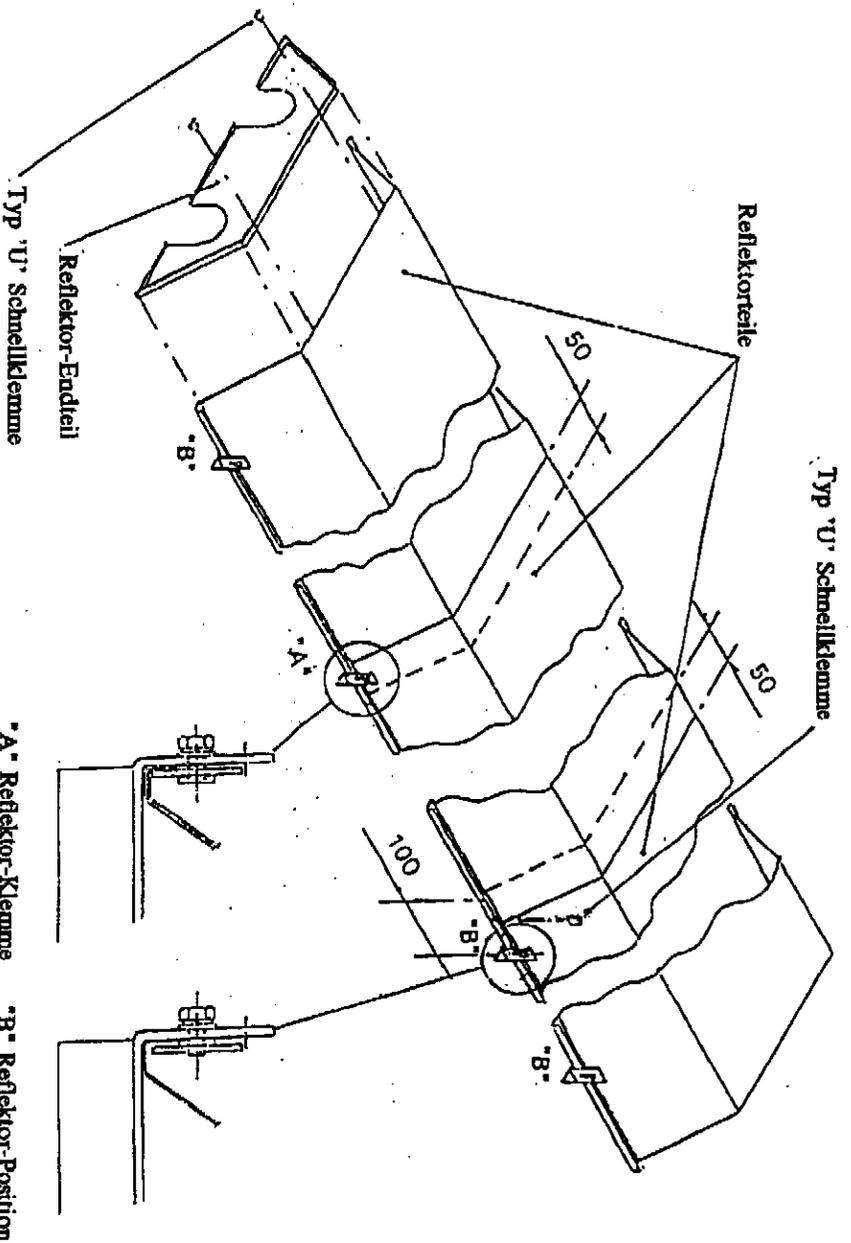

Abb. 17
- 4.3.6 Platzieren Sie die beiden langen Reflektorenteile auf die Aufhängevorrichtungen wie in Abb. 17 gezeigt. Platzieren Sie das kurze Reflektorteil über den zwei langen Reflektorteilen, so daß eine 50mm Überlappung an jedem Ende entsteht. Klemmen Sie die langen und kurzen Reflektorenteile (Kontrollbohrende) an die Aufhängevorrichtung, wo sie überlappen, indem Sie zwei Befestigungsschrauben und M6 Satzschrauben und Dichtungsringe (Befestigungspaket) verwenden. Sichern Sie das andere Ende des kurzen Reflektorteiles an das zweite lange Reflektorteil unter Gebrauch zweier U-Typ Schnellklammern (aus dem Befestigungspaket), wie in Abb. 17 gezeigt. Schrauben Sie die restlichen (6) Befestigungsschrauben an jede der anderen Aufhängevorrichtungen, so daß Sie einen Platz für die Reflektorenteile, wie in der Abb. 17 unten gezeigt, beschaffen.
4.3.7 Platzieren Sie die Reflektorendteile (eingeklebt) über die Strahlerröhren und in das Ende des Reflektorenteils, so daß das Endteilflansch mit dem Ende des Reflektors bündig ist. Sichern Sie das Reflektorendteil an dem Reflektorteil unter Gebrauch von 6 gelieferten U-Typ Schnellklammern (Befestigungspakete); 2 Klammern pro Facette des Reflektorteiles, wie in Abb. 17 oben gezeigt.